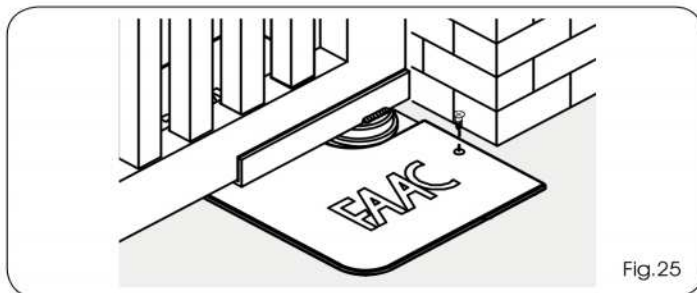

Fig.25
- 4) DESTORNILLE el tornillo (Fig.25 ref.B) de final de carrera en cierre (Fig.25 ref.①), hasta que la hoja dé señales de movimiento.